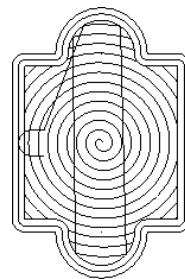

图 9-35 螺旋切削
- 螺旋切削：以螺旋的方式产生挖槽加工刀具路径，如图 9-35 所示。